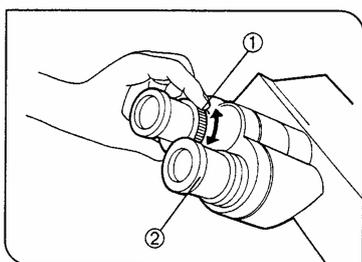

图 22
(2) 调节屈光度: (图 22 和 23)
2. 通过目镜观察，使用屈光度校正环，仅仅转动屈光度调节环①对样品聚焦。(图 22)
1. 通过右目镜用右眼观察，转动目镜上部隆起的环②直到在视场中看到清晰的双十字线。(图 22 和 23)
3. 通过左目镜用左眼观察，转动屈光度校正环①聚焦样品。